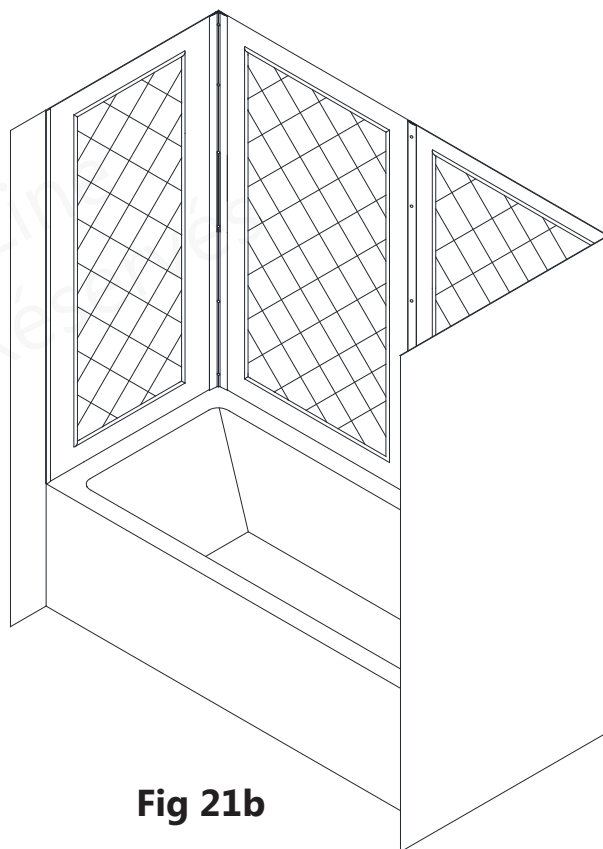

**Fig 20**
**20.** Appliquez de l'adhésif partout sur l'endos du **panneau latéral (N° 01)** lors de l'installation du mur latéral opposé. Utilisez la même technique et appliquez une pression sur toute la surface. Nivelez avec la bordure supérieure du panneau mural d'acrylique adjacent. (**Fig 20**)